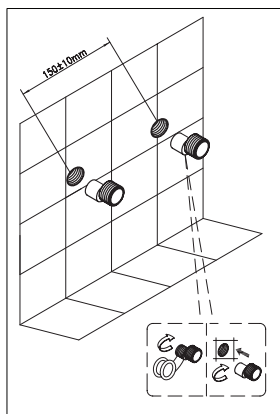

рис. 5
2. Ввинтите эксцентрические переходники в выходы трубопроводов системы водоснабжения, предварительно уплотнив резьбовую часть изоляционным материалом и обеспечив расстояние 150 мм между осями эксцентриков. При этом положение смесителя должно быть горизонтальным (рис. 5).